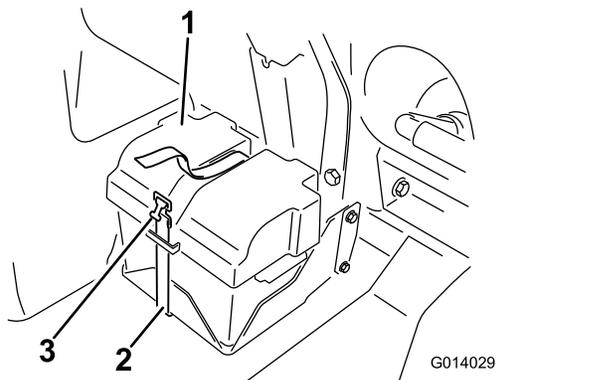

Figure 60
3. Posez le couvercle de la batterie et fixez-le avec la sangle retirée précédemment (Figure 60).